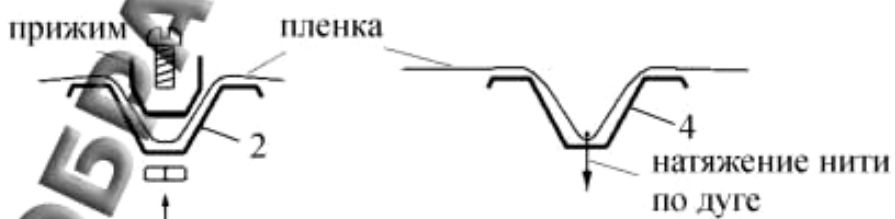

Рис.8 Крепление плёнки прижимами и нитью
1. Детали продольных элементов №2 однотипны, но в 8 деталях №2н сделаны дополнительные отверстия для прижимов (см. рис.8). Из этих деталей собираются нижние продольные элементы, которые устанавливаются на стыках дуги №4 и удлинителей №1.
3. Верх тоннеля накройте плёнкой и закрепите её по крайним дугам теми же нитями с крючками, выровняйте все куски плёнки и установите по крайним дугам дугообразные прижимы (см. **рис.8**). Прижимы по средним дугам устанавливаются, если верх покрывается двумя полосами плёнки.